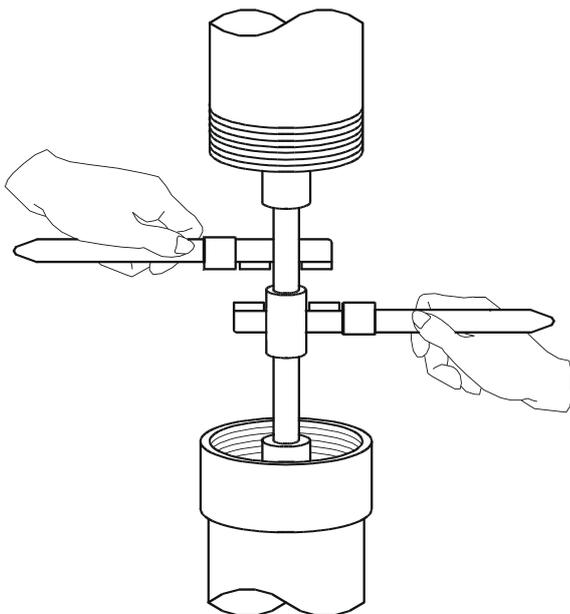

Fig. 5. Ajuste del eje
- e) Desajuste el nudo del eje (¡sólo del eje!) y enrosque el eje con el cople. **Tenga en cuenta que la rosca del eje es izquierda.** A través del agujero del cople, asegúrese de que los ejes choquen entre sí en el centro del mismo. Ajuste los ejes usando dos llaves stillson . (Vea Fig. 5).